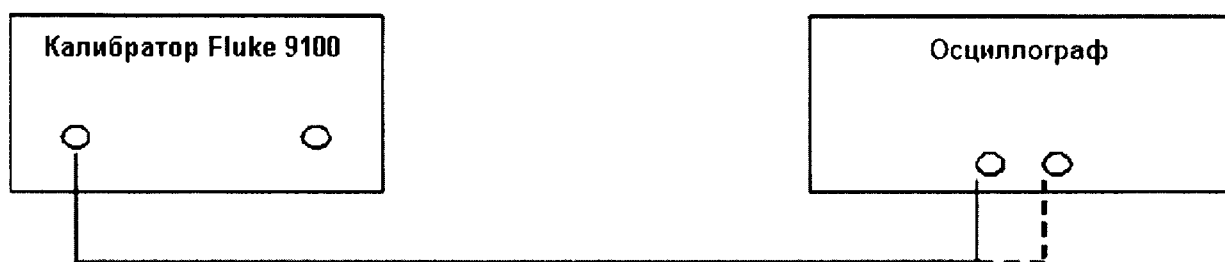

Рис. 1
1. Собрать схему поверки, приведенную на рис. 1.